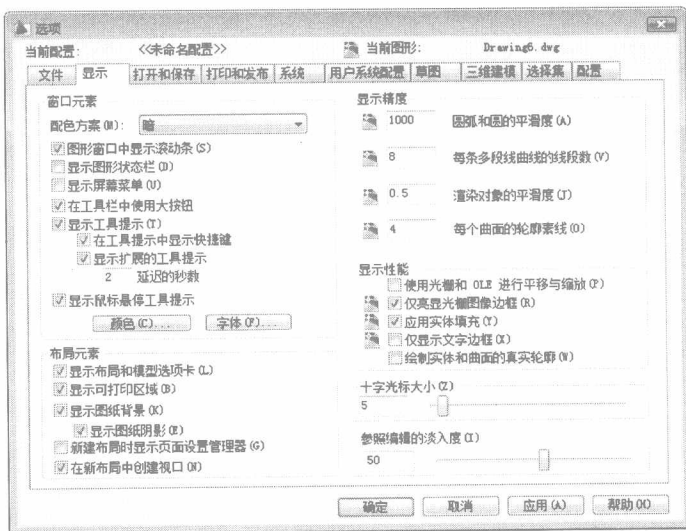

图 1-2 “选项”对话框中的“显示”选项卡
十字光标的方向与当前用户坐标系的 X 轴、Y 轴方向平行，长度由系统预设为屏幕大小的百分之五，用户可以根据绘图的实际需要更改其大小。改变十字光标大小的方法为：在操作界面中选择“工具”菜单中的“选项”命令。屏幕上将弹出“选项”对话框。打开“显示”选项卡，在“十字光标大小”区域中的文本框中直接输入数值，或者拖动编辑框后的滑块，即可对十字光标的大小进行调整，如图 1-2 所示。
Step01 在图 1-2 所示的选项卡中单击“窗口元素”区域中的“颜色”按钮，将打开图 1-3 所示的“图形窗口颜色”对话框。